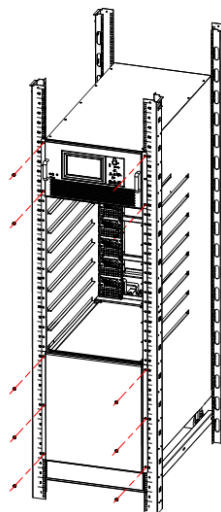

Рисунок 3-10 Установка ИБП в стойку
5. Установите кабинет ИБП в стойку, поместите его на удерживающую стойку и закрутите винты модуля байпаса и панели ручного переключателя байпаса (для 6 модульного ИБП необходимо сначала удалить стационарный барьер), как показано на рис. 3-10.
6. Установите силовые модули в кабинет ИБП и закрепите их болтами, как показано на рис. 3-10.